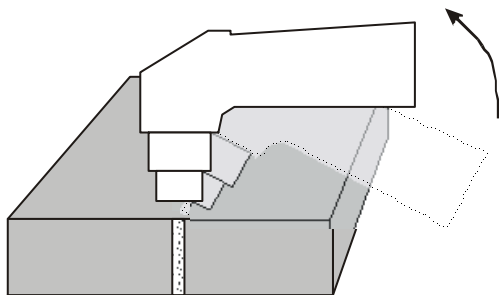

Abb. 6
4. Wenn die Möglichkeit besteht, empfehlen wir, an der Materialkante zu starten. Im Fall, dass man ein Loch schneidet oder man muss in der Mitte des Materials beginnen, schwenkt man leicht den Kopf des Brenners und richtet ihn schrittweise in vertikale Stellung so aus, dass das wegspritzende Material nicht die Düse verstopft (siehe Abb. 6). Diesen Arbeitsgang muss man immer einhalten, wenn die Stärke des zu schneidenden Material 3 mm überschreitet.